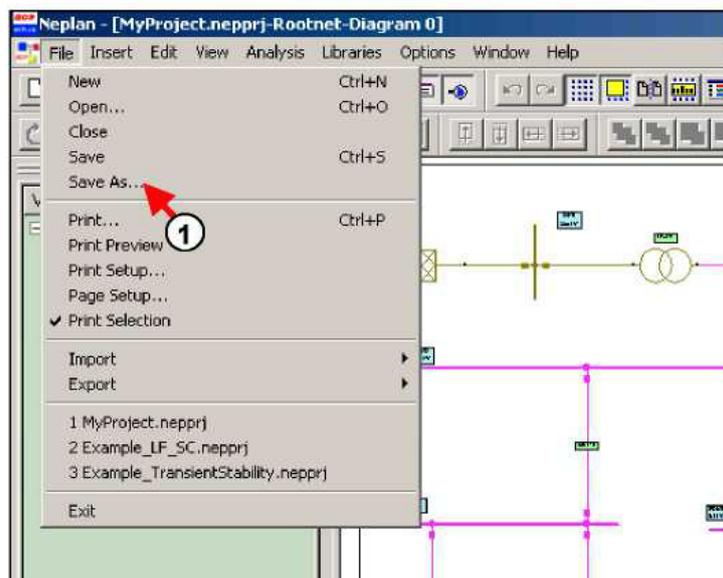

Рисунок 4.4 – Порядок збереження проекту мережі
**Збереження мережі (*Save the network*).** Час від часу створену мережу необхідно зберігати, щоб уникнути втрати даних. Як правило, цю операцію виконують натискаючи ліву клавішу миші на іконці *Save* на панелі інструментів або використовуючи панель меню *File: File/Save*. Для збереження проекту мережі з початковою або з іншою назвою необхідно вибрати панель меню *File: File/Save as* (цифра 1, рис. 4.4).